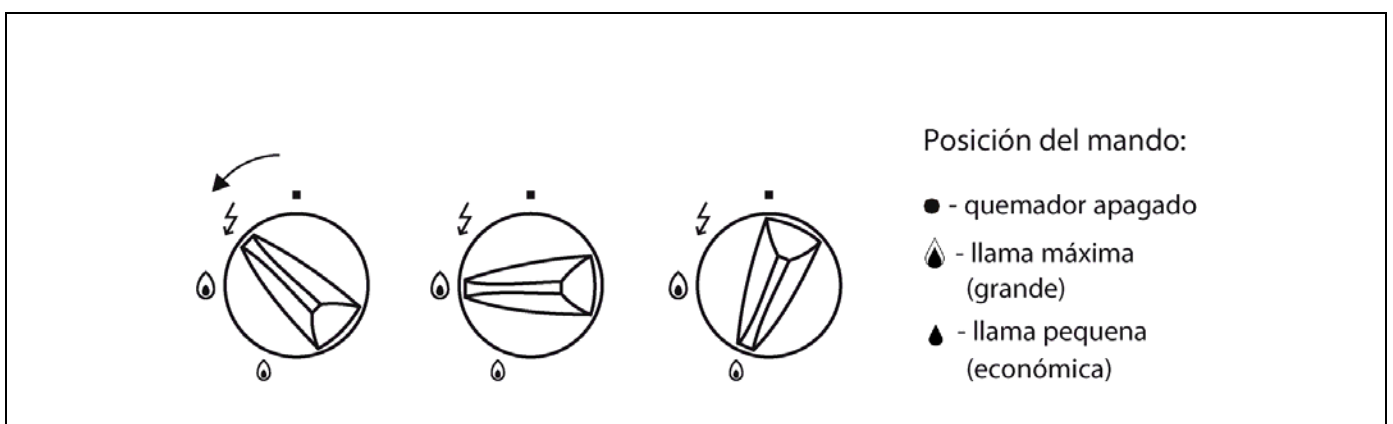

Fig.13
- El tamaño de la llama depende de la posición del mando (fig.13). Utilice la llama grande hasta que los alimentos hiervan, y para continuar la cocción recomendamos que utilice la llama pequeña (económica). El tamaño de la llama se regulará exclusivamente en el límite entre las posiciones 🔥 y 🔥.